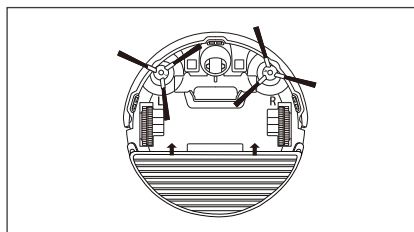

Figura 1
2. El soporte de la fregona con la fregona deberían estar en el robot cuando se usa el tanque de agua (Figura 1)